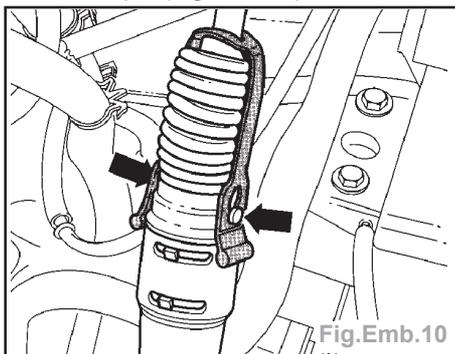

Fig.Emb.10
- Avec l'aide d'un second mécanicien, accrocher les deux extrémités de la bande de tension sur les deux saillies (flèches) du mécanisme de réajustement automatique (Fig.Emb.10).
- Tirer sur l'extrémité du câble dans le sens de la flèche (1) et le tenir. Faire coulisser plusieurs fois la gaine du câble avec le mécanisme de réajustement (B) dans le sens de la flèche (2) pour pouvoir comprimer celui-ci sur le tablier.